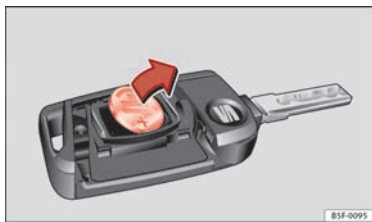

Abb. 47 Fahrzeugschlüssel: Batterie herausnehmen.
- Batterie mit einem geeigneten dünnen Gegenstand aus dem Batteriefach heraushebeln ⇒ Abb. 47.
- Neue Batterie wie gezeigt ansetzen ⇒ Abb. 47 und entgegen der Pfeilrichtung in das Batteriefach drücken ⇒ ②.